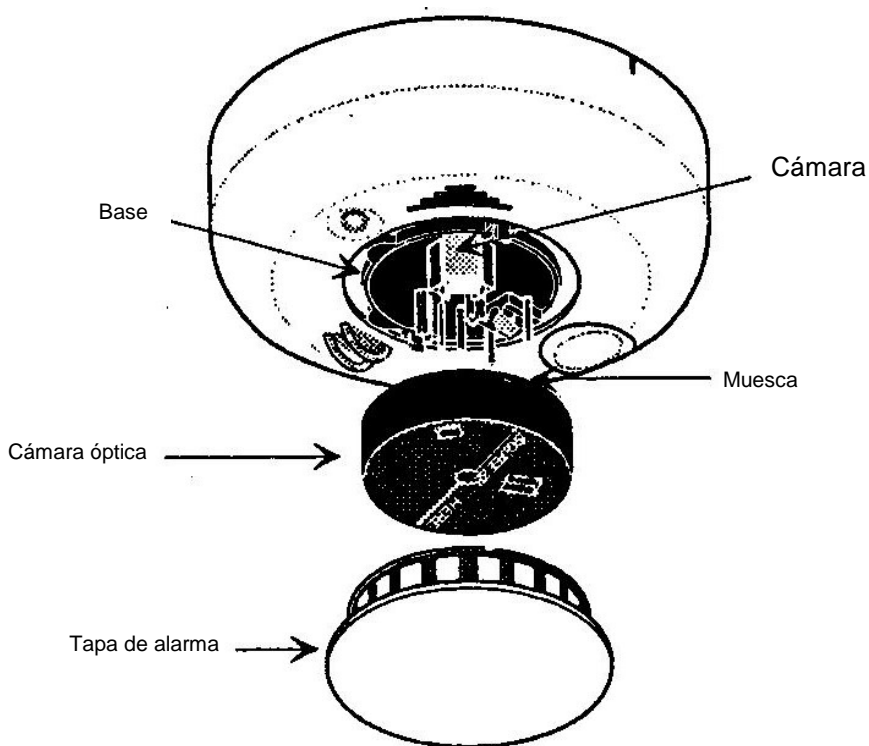

Figura 24. Partes del detector
5. Apriete en el lado de la cámara y tire hacia arriba para extraérla (Ver figura 24).